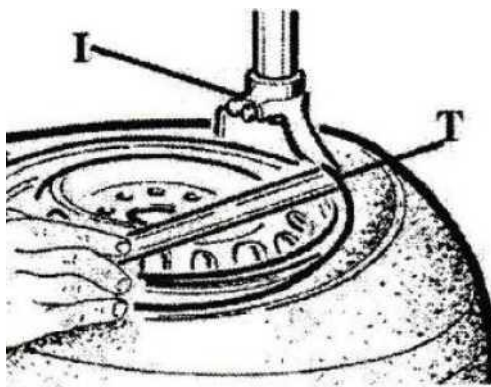

Figure 11
- ✧ Selon la figure 11, insérez le levier (T) entre le bord du pneu et la tête de montage (I), faites passer le bord du pneu par-dessus la tête de démontage (I) vers l'extérieur, maintenez le levier (T) en place et appuyez sur la pédale (Z) pour faire tourner le plateau (Y)